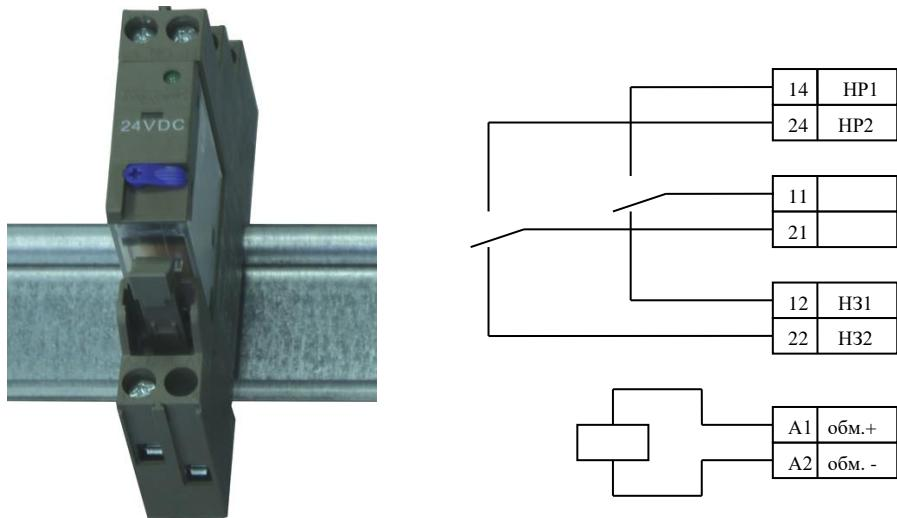

Рис. 8. Внешний вид и схема блока силового реле STN607
2.9. Выносные блоки силовых реле для включения внешних устройств используются покупные типа STN607 или другого типа, аналогичного по параметрам, и управляются через электронные ключи пульта. Каждый блок реле содержит две группы переключающих контактов, позволяющих использовать одновременно две нормально разомкнутых или нормально замкнутых пары. Количество блоков реле и способ их подключения к пульту определяются требуемым алгоритмом включения внешних устройств (одно общее реле, несколько реле для групп каналов или раздельно по порогам, раздельно по каналам и др.), подключение производится потребителем. Всего допускается использование до 8 блоков реле для пульта контроля А-4М и до 16 блоков реле для пульта контроля А-8М. Внешний вид и схема блока реле показаны на рис. 8.
4.6. Выносные силовые реле соединяются проводами любого типа сечением 0,2 – 1мм² с клеммными колодками на нижней стороне пульта в соответствии с требуемым алгоритмом включения реле. На корпусе блока реле имеется маркировка в соответствии с рис. 8. Отрицательный вывод обмотки каждого реле «A2» является общим и соединяется с клеммой «-» 1 или 2-го порога пульта (см. рис.13). Положительный вывод «A1» соединяется с клеммой требуемого канала и порога, а если реле является общим для нескольких каналов, соответствующие клеммы соединяются между собой. Силовые провода от внешних устройств соединяются с клеммами контактов реле в соответствии с маркировкой нормально разомкнутых или замкнутых контактов.